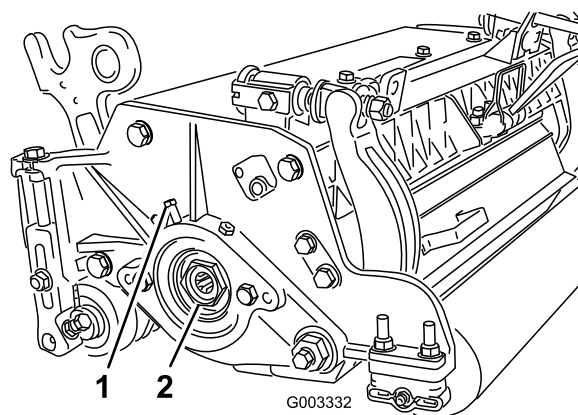

Bild 25
- A. Lösen Sie die externen Stellschrauben, mit denen die Einstellmutter des Lagers am Lagergehäuse links am Mähwerk befestigt ist (Bild 25).